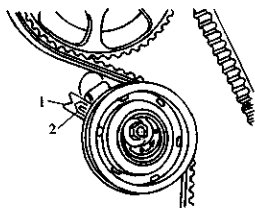

图 2-20 检查半自动张紧轮
4) 用拇指用力弯曲同步带，指针 2 应该移向一侧，如图 2-20 所示。当放松同步带时，张紧轮应该回到初始位置（缺口 1 和指针 2 重叠）。